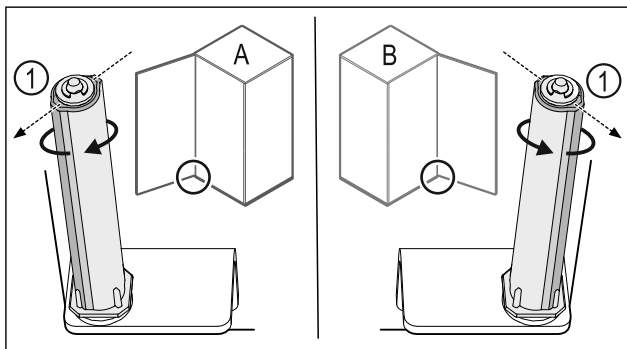

Fig. 37 Venstreanslag (A)/højreanslag (B)
- Drej lukkesystemet mod modstanden, indtil lukkesystemets forbindelsesdel Fig. 37 (1) peger udad.